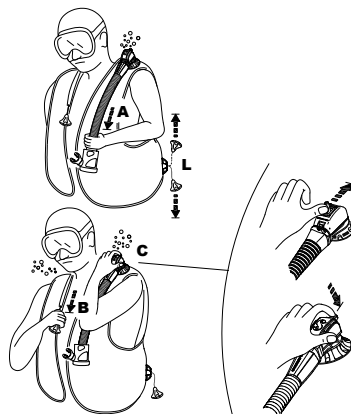

Abb. 7
- a. sanftes Ziehen an der Schlaucheinheit (Abb. 7 - A).
- b. auf den Knopf drücken, der aus dem Ventilgehäuse ragt (Abb. 7 - C) (patentiert): Dieses System kann auch dazu verwendet werden, um bei einem anderen in Probleme geratenen Taucher das Jacket zu entlüften (Panik, Anfänger, Bewusstlosigkeit usw.).
- Das SCUBAPRO® Dual Manual Dump-Ventil (Patent) verfügt über einen manuellen Sicherheitsknopf (Abb. 7-C), der auf Druck Luft ausströmen lässt, wenn das manuelle Ablasssystem versagt (gebrochenes Kabel, Stift usw.) oder wenn Air 2 zum Atmen verwendet wird.
Schulterventil (Abb. 7 - B)
Das Ventil auf der rechten Schulter, sofern vorhanden, wird durch sanftes Ziehen am Zugknopf, der über ein Zugseil mit dem Ventil verbunden ist, aktiviert (Abb. 7-B). Die Ventile müssen beim Aktivieren in einer höheren Position sein, als die Luftblase im Tarierjacket. Aktivieren Sie das Ablasventil, bis die gewünschte Luftmenge ausgeströmt ist. Zum Schließen des Ventils hören Sie zu ziehen/drücken auf (Abb. 7-B).
Unteres Ablasventil (Abb. 7 - L)
Die Ablasvorrichtungen mit dem maximalen Luftauslass sind das Schulterventil (Abb. 7 - B) und das untere Ventil (Abb. 7 - L).